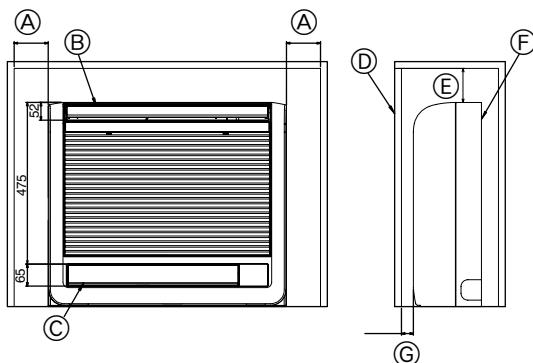

Fig. 6-1
6.1. 将室内机组嵌入墙内 (Fig. 6-1)
- (A) 100 毫米或以上